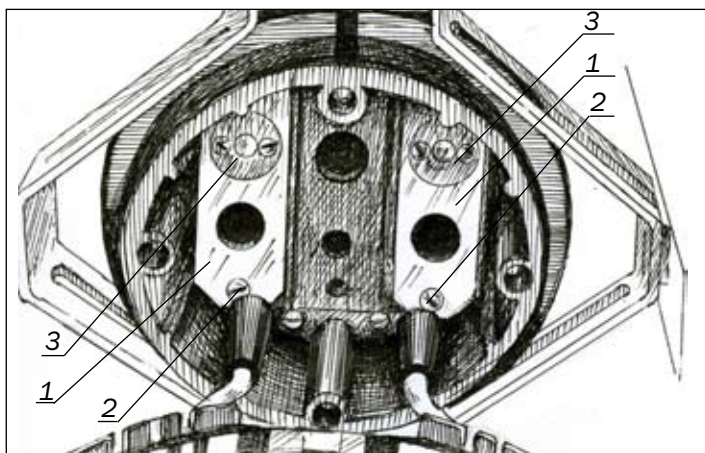

Рисунок 4.10 - Оголовник муфты МТОК 96-01-IV
4.1.12 При необходимости вывода из муфты проводов марки ГПП 1x4 от металлических конструктивных элементов ОК вскрыть необходимое количество патрубков малого диаметра оголовника муфты с помощью ножа. Вывести провода марки ГПП 1x4 через малые патрубки от брони каждого из сращиваемых ОК, предварительно сняв в оголовнике муфты пластину для ввода кабелей поз. 1 и шайбу поз. 3 крепления провода (рисунок 4.10).
4.1.13 Снять с провода ГПП 1x4 наружную оболочку на длине 25-30 мм, зачистить многопроволочную жилу провода и надвинуть на него трубку ТУТ 25/8. Ввести провод в патрубок оголовника муфты и в отверстие пластины для ввода кабелей (рисунок 4.10, поз. 1). Распределить равномерно проволоки жилы по окружности и закрепить их шайбой, используя два винта крепления. Лишнюю длину проволок жилы обрезать. Пластины вставить в оголовник.
В соответствии с проектной документацией на кабельную линию и схемами Приложения А электрически соединить сращиваемые ОК (закрепить пластины поз. 1 винтами поз. 2, рисунок 4.10) или же изолиро-
вать сращиваемые ОК (не устанавливать винты поз. 2, рисунок 4.10).